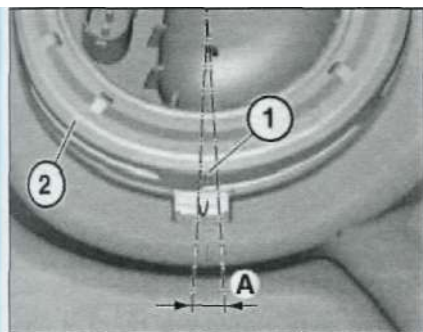

Рис. 3.301. Насечка.
- После установки, крышку люка (см. рис. 2.292) для проведения ТО затянуть регламентированным моментом. Проконтролировать, чтобы насечка (1, рис. 3.301) на резьбовом колпачке (2) должна располагаться в секторе "А".